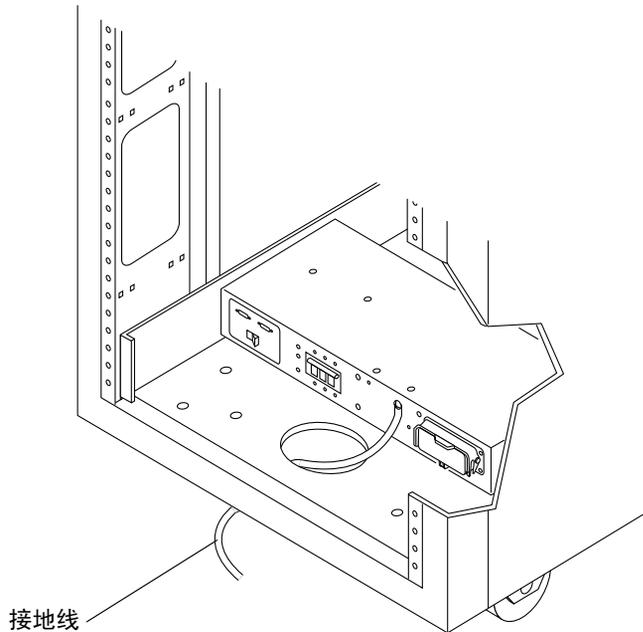

图 2-12 将接地线接到前电源序列发生器
5. 将接地线的一端接到机柜上的前电源序列发生器（图 2-12）。